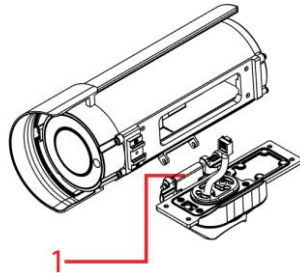

Abbildung 9
- C. Drücken Sie auf den Stift (1) (Abbildung 9), geben Sie die Kamera auf das Scharnier und lassen Sie den Stift los. Die Kamera ist nun auf dem Halterungsarm angebracht.